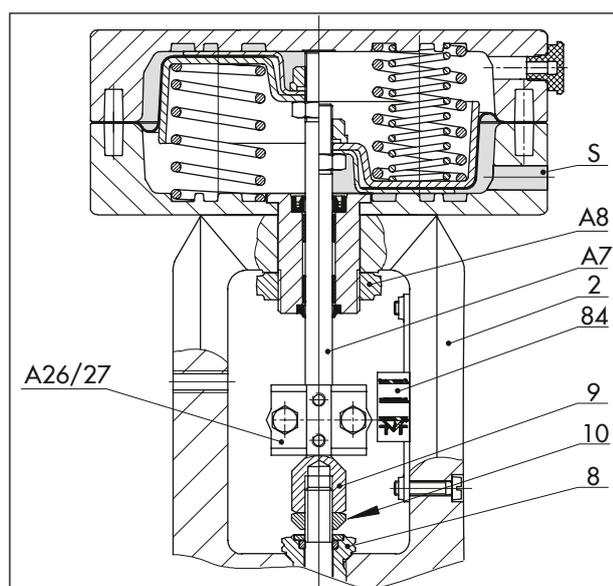

Fig. 12 : Servomoteur pneumatique type 3271 sur vanne de la série 240
cf. Fig. 12
- Raccorder la pression de commande sur le raccord (S) de pression de commande inférieur, cf. Fig. 12. La pression de commande est conduite dans la chambre de membrane inférieure et déplace la tige de servomoteur (A7) vers le haut, dans le sens opposé à la force des ressorts.